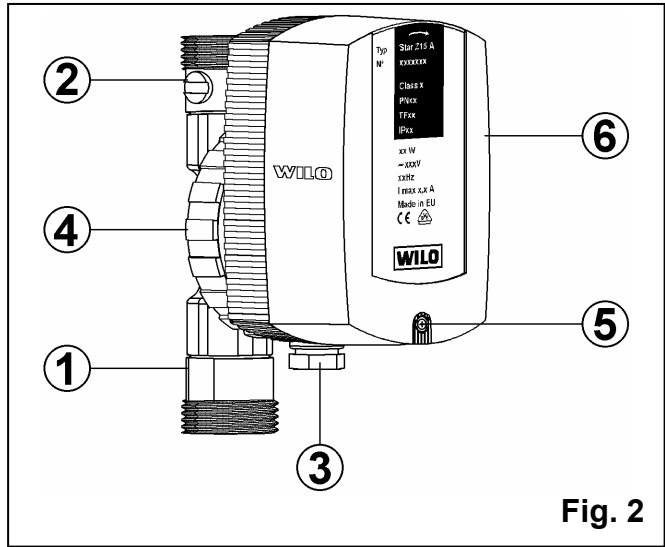
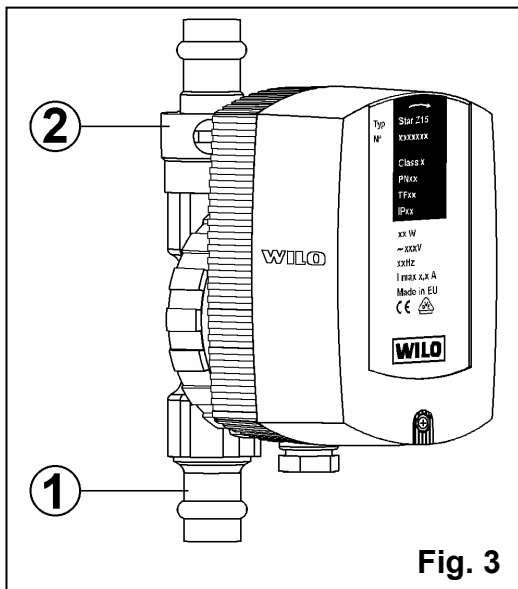

Fig. 2
Fig. 3
**Насос Z15A** (рис.2) выполнен в сборе с арматурой и готов к монтажу. Со стороны всасывания установлен шаровый кран, а на выходе насоса - обратный клапан, которые являются необходимыми для работы в циркуляционных системах.
**Насос Z 15 APress** (рис. 3) имеет обжимные соединения для монтажа к трубам: шаровый кран установлен на стороне всасывания, обратный клапан - на выходе насоса.
- У насосов Z 15 A/C обратный клапан вкручен в напорный штуцер (рис. 2, поз. 1), а шаровой кран - во всасывающий. У насосов Z 15APress обратный клапан встроен в напорный патрубок (рис. 3, поз. 1), тогда как шаровой кран встроен во всасывающий патрубок (рис. 3, поз. 2). Шаровый кран открыт, если положение его шлица соответствует направлению потока. Кран закрыт, если положение шлица перпендикулярно направлению потока.
- Ввод кабеля (рис. 2, поз.3) всегда должен располагаться внизу, чтобы избежать попадания влаги внутрь корпуса двигателя. Для изменения положения двигателя относительно корпуса насоса необходимо ослабить соединительную гайку (рис. 2, поз.4) и повернуть двигатель в нужное положение.
- Подключение выполнять согласно рисунку 6. Открутить винт (рис. 2, поз. 5), снять кожух (рис. 2, поз. 6) со стопорным замком. Подключение показано на клеммной планке.
- Отвернуть соединительную накидную гайку (рис. 2, поз. 4) и демонтировать мотор с рабочим колесом. Восстановить свободное вращение путем очистки и промывки.